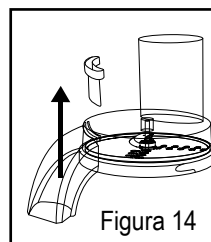

Figura 14
- 4b. Certifique-se de retirar o bloqueador para abrir a abertura para que o processador ejetar os alimentos para fora em um recipiente externo (Figura 14).